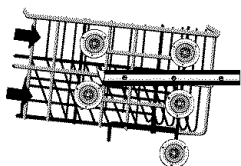

Figure 7/Illus. 7
- 3) Re-insert the rack with the other set of rollers on the roller guides, as shown in Figure 7.
- 3) Réinsérer le panier avec l'autre jeu de roulettes sur le guide, comme à la figure 7.
- 3) Reintroduzca el estante con el otro conjunto de rodillos en los rieles para los rodillos, tal como muestra la Ilustración 7.